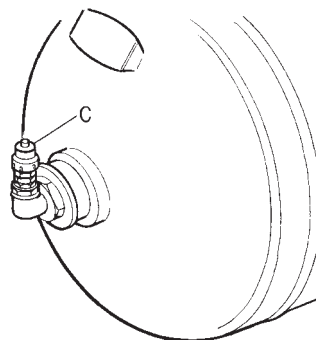

fig. 11
- Sobre el electrocompresor está montada una válvula de seguridad, ajustada a una presión superior a la máxima de funcionamiento, determinada por el presóstato. Esta interviene en caso de mal funcionamiento del presóstato, abriendo una vía de salida para el aire excedente (*fig. 11*).
Controlar el funcionamiento de esta válvula cada 2000 horas. Apagar el compresor cuando haya alcanzado la presión de 6-7 bar y jalar el anillo de la válvula de seguridad C con fuerza, alejando la cara. De hecho, saldrá aire con presión. Si, soltando el anillo, la válvula se cierra sin permitir el pasaje de aire, quiere decir que la válvula es completamente eficiente (fig. 11).